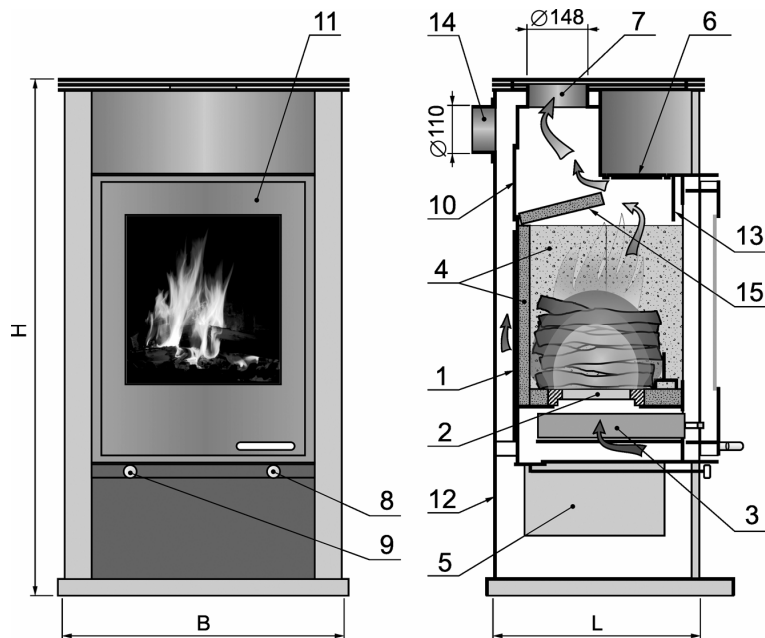

Рис. 1
Корпус камина (1) (см. рис.1) сварен из листовой стали толщиной 4-5 мм
5.1. Растопка камина (см. рис. 1)